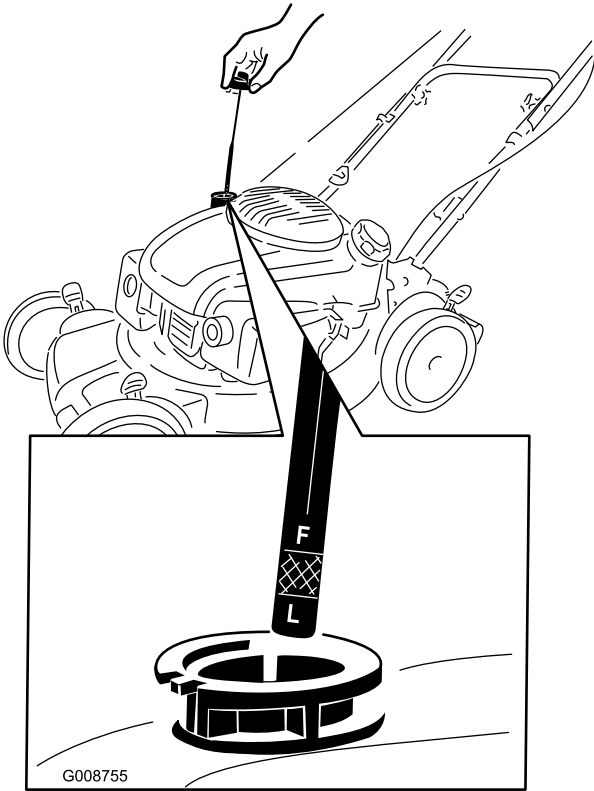

Figura 35
2. Retire la varilla (Figura 35).
de la varilla (Figura 35). **No llene demasiado.** (Capacidad máxima: 0,65 l (22 onzas), tipo: 10W-30 o SAE 30, aceite detergente con clasificación de servicio API, SJ, o superior.)
**Nota:** Cada vez que compruebe el nivel de aceite, retire la varilla y límpiela, introdúzcala en el cuello de llenado de aceite (**sin enroscarla**), luego retírela de nuevo y compruebe el nivel (Figura 35).